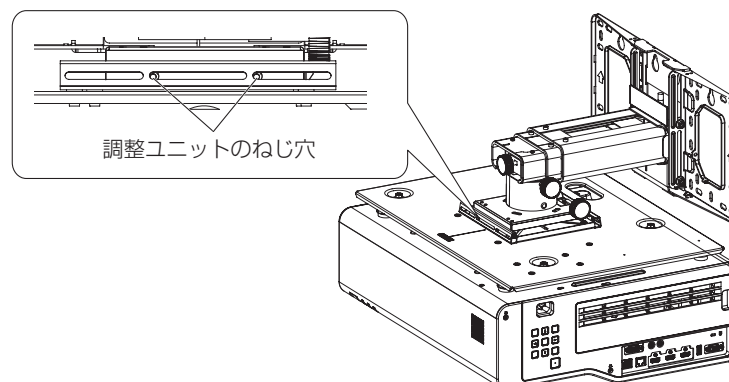

図3
- 調整ユニットの2つのねじ穴が、連結プレートの長穴の左端に位置するように、取付用ベース金具セットの位置を調整する (図3)